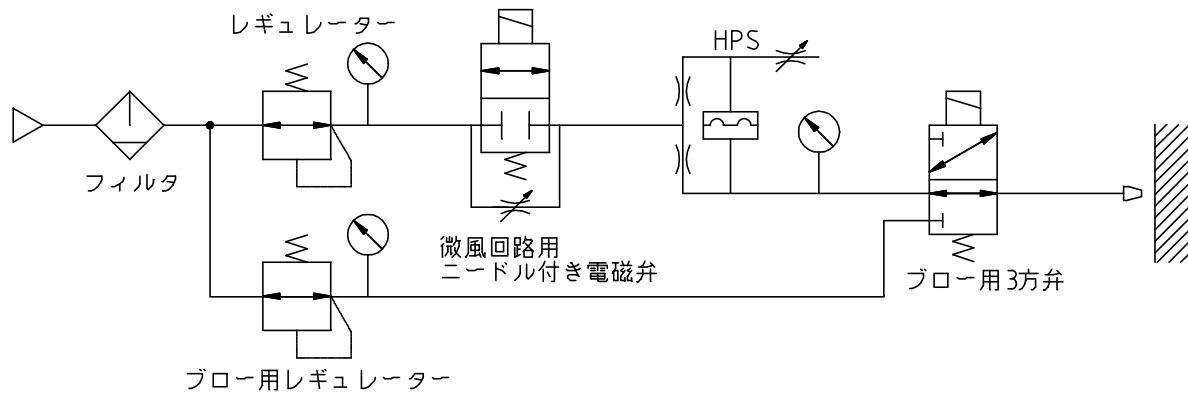

図39 3方弁によるブロー付き回路
- 図39 密着確認スイッチブロー付回路においてブロー中でも微風エアが密着確認スイッチに入り、信号はONとなります。ブロー時は着座信号を受け付けない制御回路を組んでください。